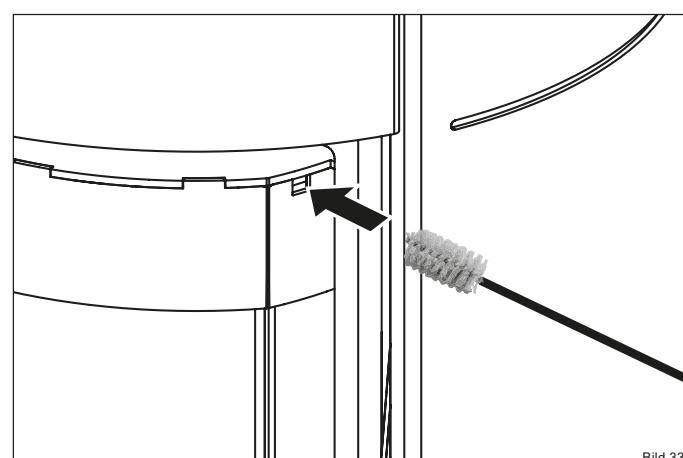

Bild 33
- Schieben Sie die mitgelieferte Bürste in die Reinigungsöffnung ein (Bild 33).